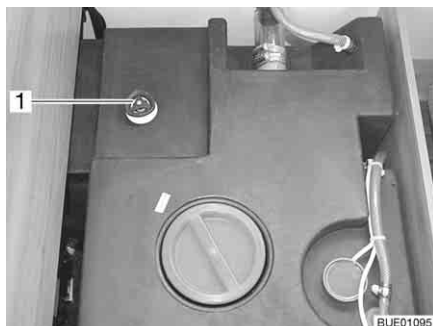
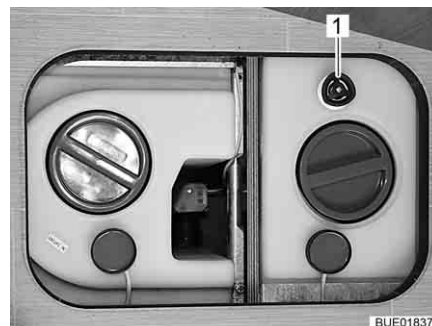

Fig. 224 Serbatoio dell'acqua con maniglia girevole (Viseo)
Fig. 225 Serbatoio dell'acqua con maniglia girevole (Elegance)
- Sul serbatoio dell'acqua ruotare la maniglia girevole (Fig. 224, 1 o Fig. 225, 1) in senso antiorario, oltre la resistenza verso l'esterno fino all'arresto, per aprire completamente l'apertura di scarico.